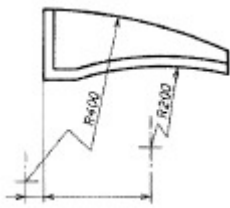

図 122
c) 半径の寸法を指示するために円弧の中心の位置を示す必要がある場合には、十字又は黒丸でその位置を示す (図 122 及び 図 141 a) 参照)。
に向いていなければならない（図 122 参照）。